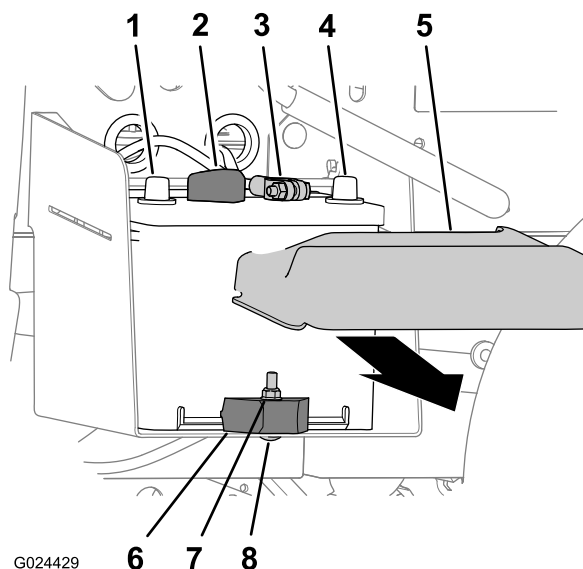

Figura 49
1. Schiacciate i lati del coperchio della batteria e rimuovete il coperchio dalla parte superiore della batteria stessa (Figura 49).
2. Scollegate il cavo negativo della batteria dal relativo morsetto (Figura 49).
3. Scollegate il cavo positivo della batteria dal relativo morsetto (Figura 49).
2. Eliminate dado di bloccaggio, bullone a testa tonda e morsetto della batteria che fissa la batteria al relativo vassoio (Figura 49).
3. Togliete la batteria dal relativo vassoio (Figura 49).
1. Montate la batteria sul relativo vassoio della macchina (Figura 49).
Nota: Accertate che i poli positivi e negativi della batteria siano allineati come mostrato in Figura 49.
2. Fissate la batteria al relativo vassoio con morsetto, bullone a testa tonda e dado di bloccaggio (Figura 49).
1. Collegate il cavo positivo della batteria al relativo morsetto (Figura 49).
2. Collegate il cavo negativo della batteria al relativo morsetto (Figura 49).
3. Montate il coperchio della batteria sulla parte superiore della batteria stessa (Figura 49).